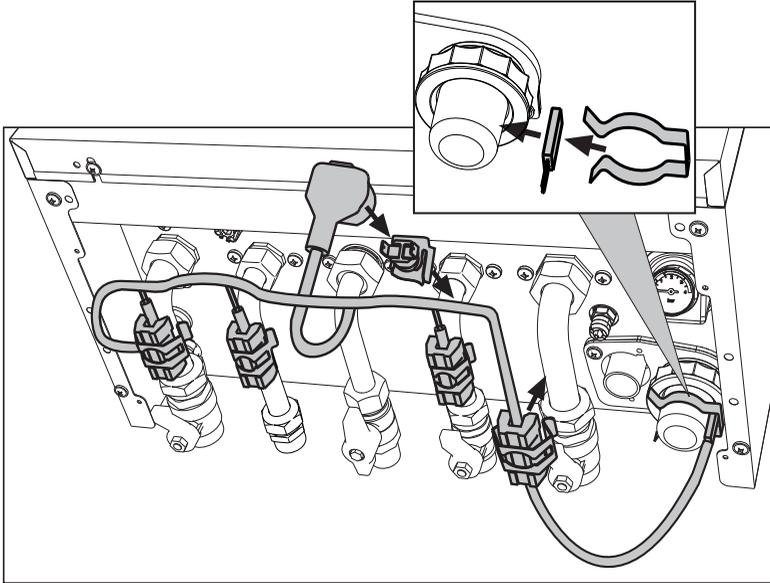

fig. 49- Kit antihielo
En caso de instalación en el exterior, en un lugar parcialmente resguardado para temperaturas inferiores a  $-5^{\circ}\text{C}$  y hasta  $-15^{\circ}\text{C}$ , se debe instalar el kit antihielo para proteger el circuito. Conecte el kit a la tarjeta electrónica mediante la conexión indicada en el esquema eléctrico de fig. 80 (288) y coloque el termostato y los calentadores en los tubos de la manera ilustrada en fig. 49 y en las instrucciones adjuntas al kit.